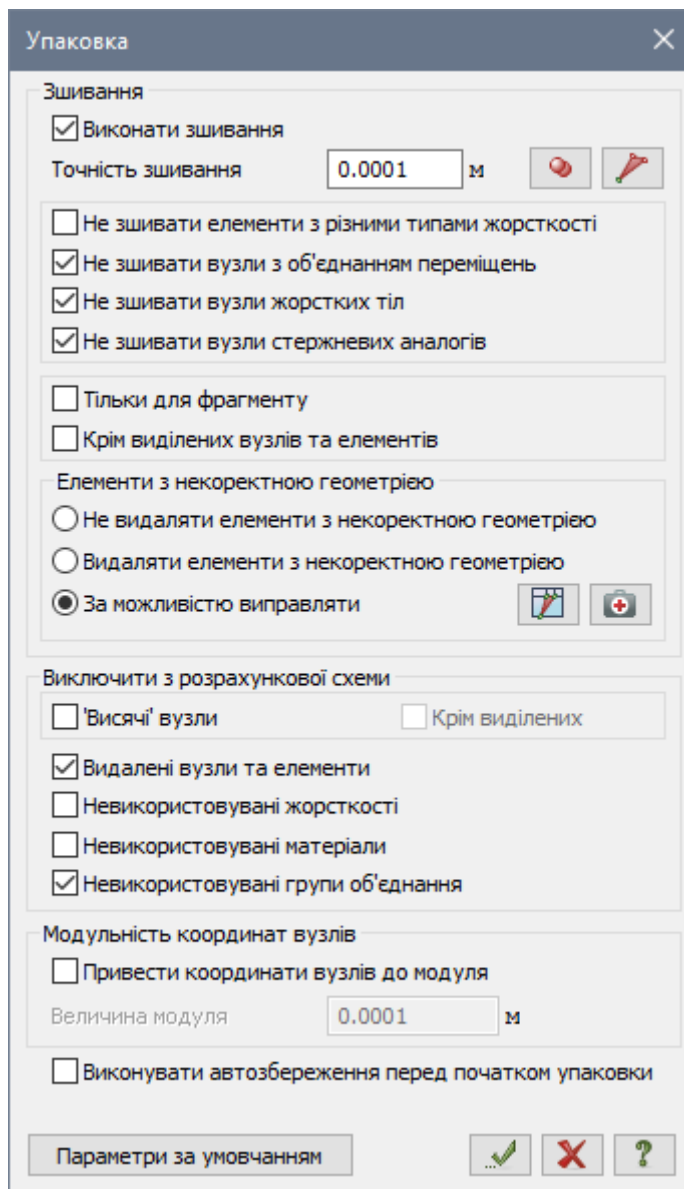

Рис. 5.13. Діалогове вікно Упаковка
- Натиснувши на кнопку  – **Упаковка схеми** (панель **Редагування** на вкладці **Створення і редагування**) відкрийте діалогове вікно **Упаковка** (рис. 5.13).